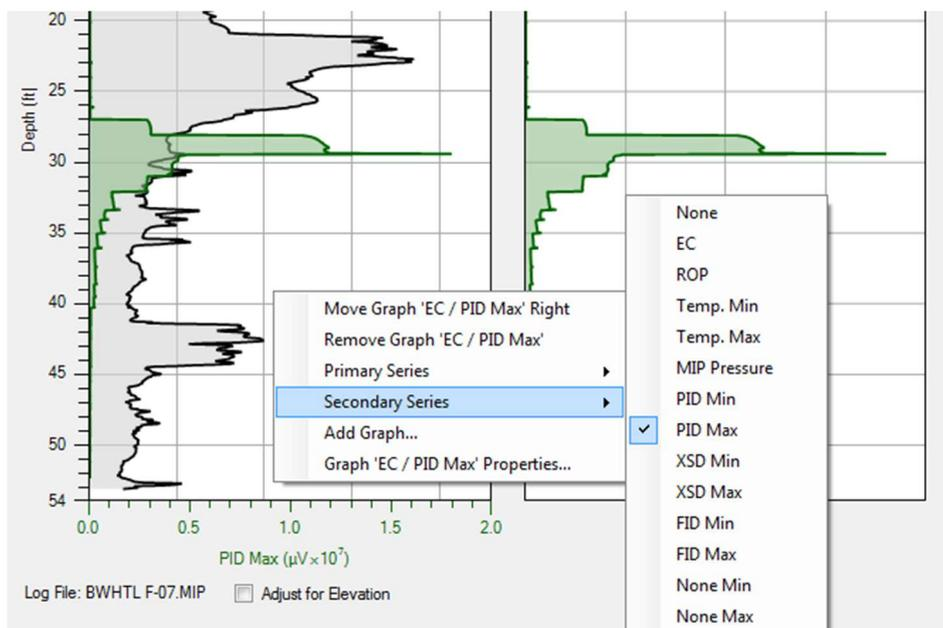

Figure 4 : sélection des séries primaires et secondaires en mode Profil singulier (*Single Log*).
2. Sélectionnez *Primary Series* (série primaire) ou *Secondary Series* (série secondaire) (Figure 4).